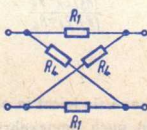

Bild 5
- (erd)symmetrische **Kreuz-, Brücken- oder X-Schaltung** (**Bild 5**)